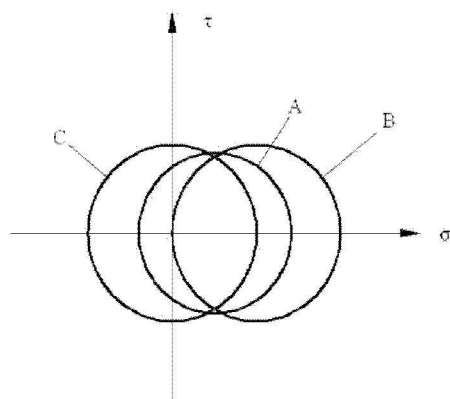

图 2.2
(2) 点 B 应力圆与 τ 轴相切，点 C 应力圆以原点为圆心，见图 2.2。